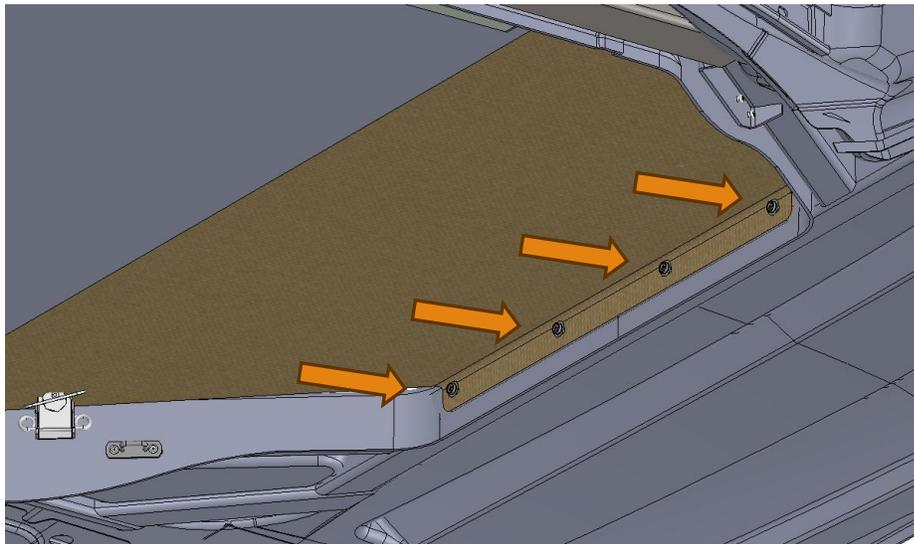

Fig. 7
- Fixer la couverture du toit. (Fig. 7)